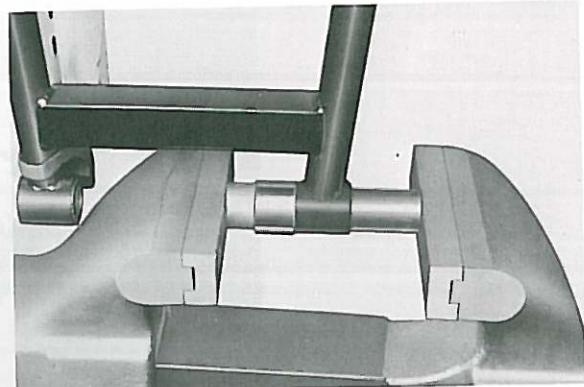

Fig. 5-8-3
2. Tap out old bushing from each side of pivot as illustrated. (Fig. 5-8-3)
2. Déloger les bagues usagées (une de chaque côté) comme indiqué sur l'illustration. (Fig. 5-8-3)
2. Die alten Buchsen von beiden Seiten der Lagerung, wie in der Abbildung gezeigt, heraustreiben. (Fig. 5-8-3)